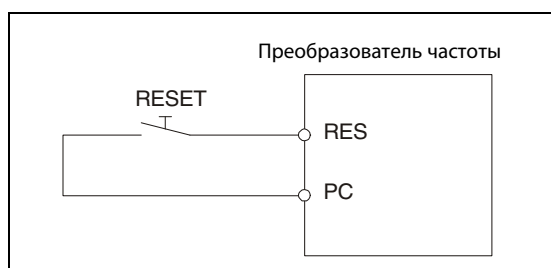

Рис. 7-2:
- Включив сигнал RESET (т. е. соединив клеммы RES и SD при отрицательной логике или клеммы RES и PC при положительной логике, как это изображено на рис. 7-2) по меньшей мере на 0,1 секунды с последующим отключением. Если сигнал RESET остается включенным, на экран выводится сообщение "Err."